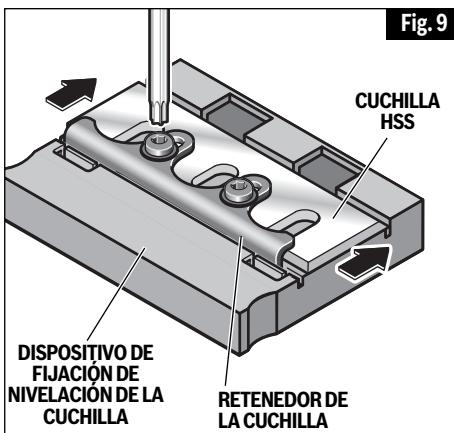

Fig. 9
1. Coloque la cuchilla y el retenedor de la cuchilla sobre el dispositivo de nivelación y asegúrese de que el retenedor de la cuchilla se acople en las ranuras diseñadas para este propósito (Fig. 9).